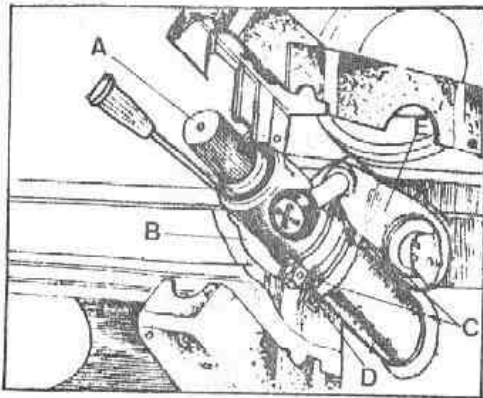

Fig. G-23 Desmontaje del mando de luces y llave de contacto
- 1.3. Separar de la columna de la dirección, A (Fig. G-23), el mando de luces, B, soltando los dos tornillos, C, de fijación. Asimismo, soltando el tornillo D, se desmontará el soporte de la llave de contacto, E.